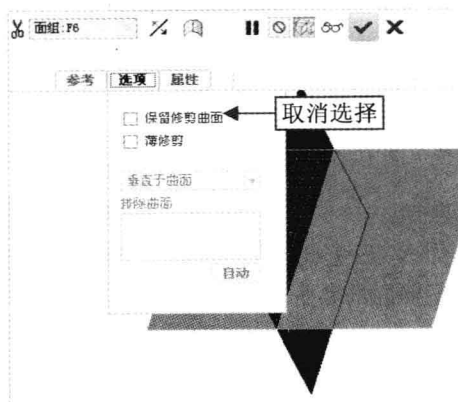

图 10-44 取消选中复选框
Step 03 弹出“曲面修剪”选项卡,在绘图区选择合适的曲面,单击“选项”按钮,在弹出的“选项”下滑面板中取消选中“保留修剪曲面”复选框,如图 10-44 所示。